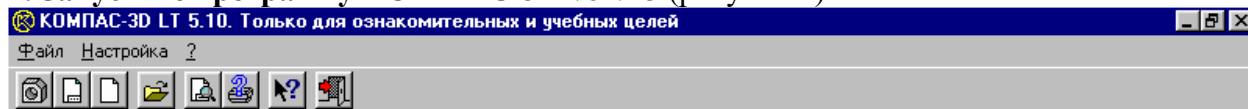

Рисунок 1 – Окно программы КОМПАС-3D
1. Запустите программу КОМПАС-3D v8-v13 (рисунок 1).